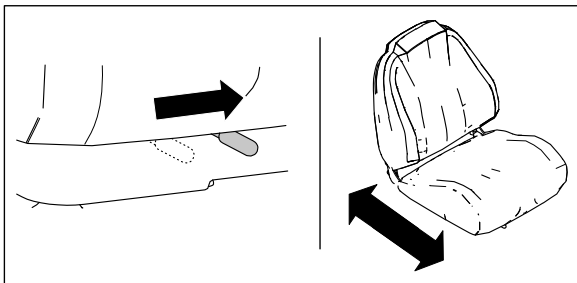

Bild 1
- A. Verwenden Sie den Sitzeinstellhebel, um den Sitz nach vorne und hinten zu schieben (**Bild 1**).